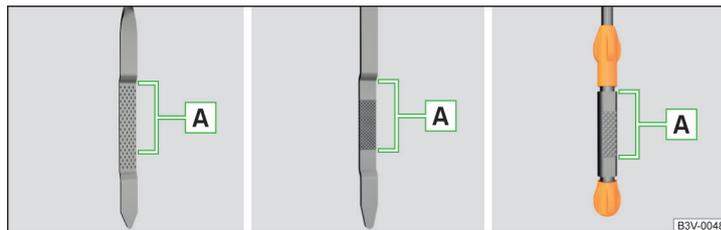

Fig. 230 Schéma du principe : Jauge d'huile
Jauge d'huile » fig. 230
- Le niveau d'huile ne doit jamais être inférieur ou supérieur au niveau **A** » fig. 230 – risque d'endommagement du moteur et du système d'échappement !